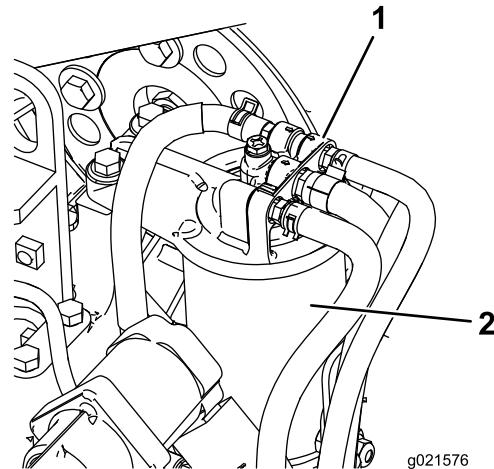

Figura 64
1. Pulite l'area circostante la testa del filtro del carburante (Figura 64).
2. Togliete il filtro e pulite la superficie di montaggio della testa del filtro (Figura 64).